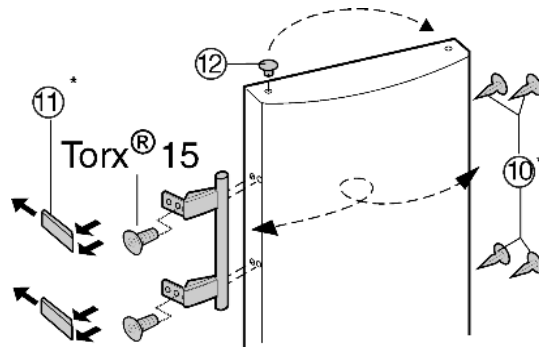

Fig. 8
- ▶ Vyměňte zátky Fig. 8 (12) z pouzdra ložisek dveří a přemístěte je.
- ▶ Odmontujte kliku dveří, zátky Fig. 8 (10) a krycí destičky Fig. 8 (11) a nasadte na druhou stranu.